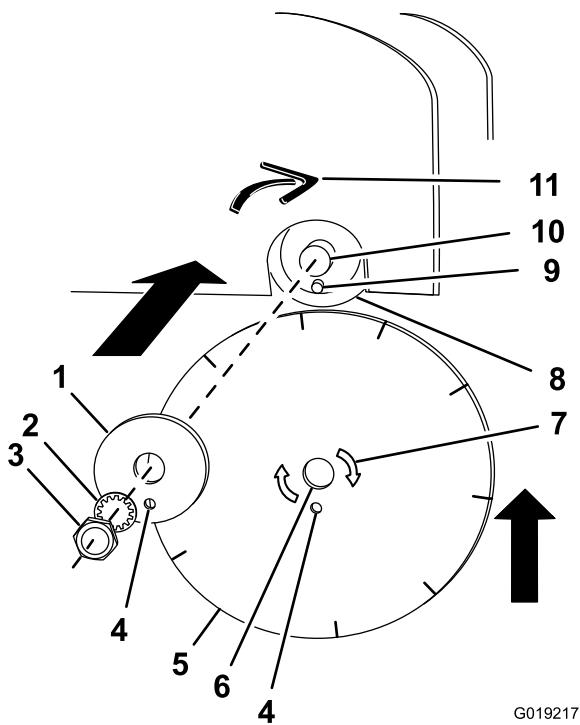

Figure 17
- B. Alignez le trou d'arbre dans la lame sur l'arbre et rapprochez la lame du disque intérieur (Figure 17).
- C. Alignez le trou de goupille d'entraînement de la lame sur la goupille d'entraînement qui dépasse du disque intérieur. Montez la lame contre le disque intérieur (Figure 17).
- D. Alignez le disque extérieur sur l'arbre et rapprochez-le de la lame (Figure 17).
- E. Alignez le trou de goupille d'entraînement du disque extérieur sur la goupille d'entraînement qui dépasse de la lame, puis montez le disque contre la lame (Figure 17).
- G. Remettez la rondelle-frein et l'écrou de l'arbre (Figure 17).